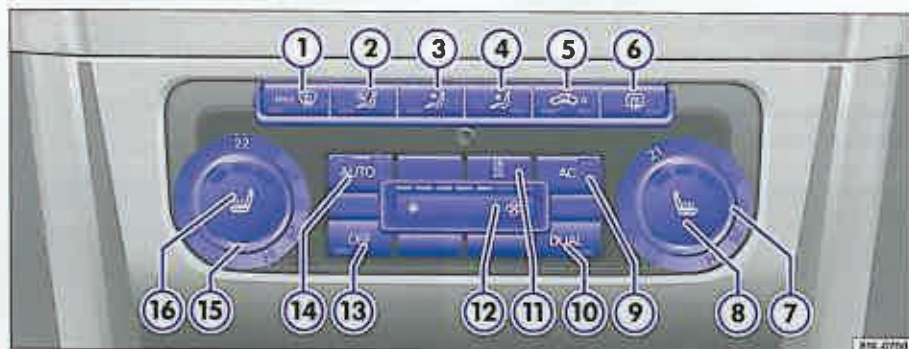

Fig. 110 În consola centrală: Elemente de comandă Climatronic.
– Apăsați tasta **AUTO** ⇒ fig. 110 ⑭. Funcția AUTO High (putere mare a ventilatorului) este activată. În tastă se aprinde lampa de control din dreapta.
– Apăsați tasta **AUTO** ⑭ încă o dată. Funcția AUTO Low (putere mică a ventilatorului) este activată. În tastă se aprinde lampa de control din stânga.
– Rotiți regulatorul de temperatură ⑮ și ⑦ pentru a regla temperatura dorită pe partea stângă și pe partea dreaptă a habitaculului. Vă recomandăm +22° C (+72° F).